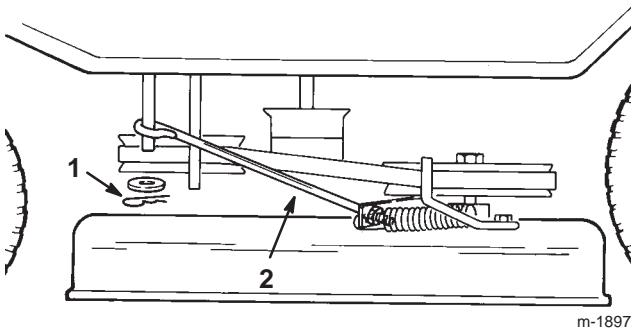

Bild 39
- 17.** Stecken Sie die Mähwerkstange in den Messerregelalarm und befestigen Sie ihn mit einer Scheibe und einem Splint (Bild 39).